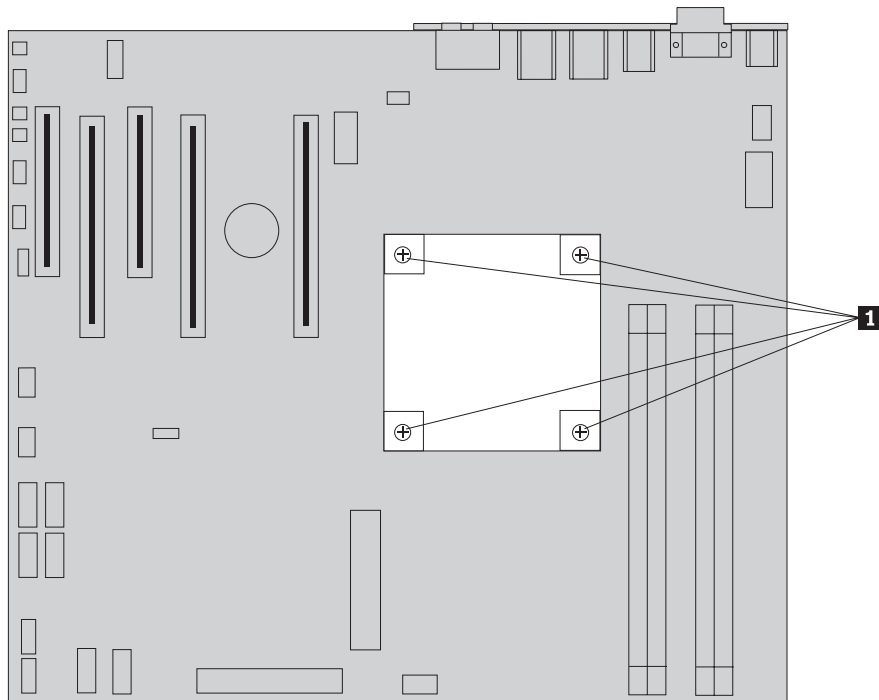

Figura 18. Desmontaje del disipador de calor
3. Desmonte el disipador de calor de la placa del sistema quitando los 4 tornillos que sujetan el disipador de calor a la placa del sistema **1**. Levante con cuidado el disipador de calor y sáquelo de la placa del sistema. Consulte la Figura 18.